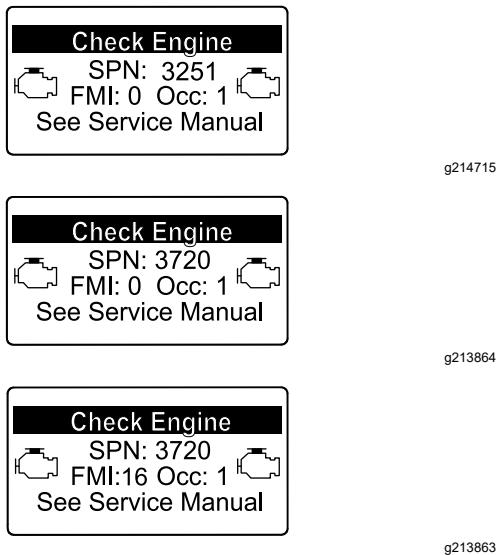

Рисунок 85
0) или CHECK ENGINE SPN 3720 FMI 16 (ПРОВЕРЬТЕ ДВИГАТЕЛЬ, SPN 3720 FMI 16) (Рисунок 85), очистите сажевый фильтр, выполнив следующие действия: